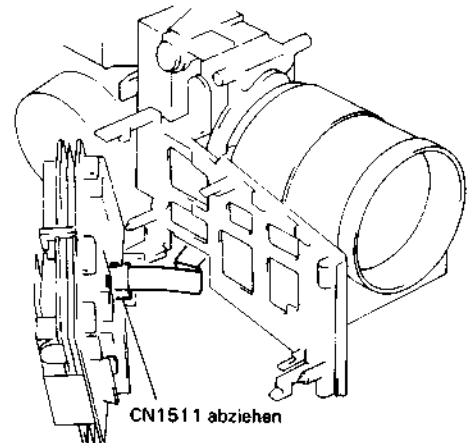

Abb. 2.29 Ausbau der Steuerkreis-Leiterplatte
Ausbau der Steuerkreis-Leiterplatte (Abb. 2.29, 2.30)
2. Einen (1) Flachkabelstecker (CN1511) abziehen (siehe Abb. 2.29).